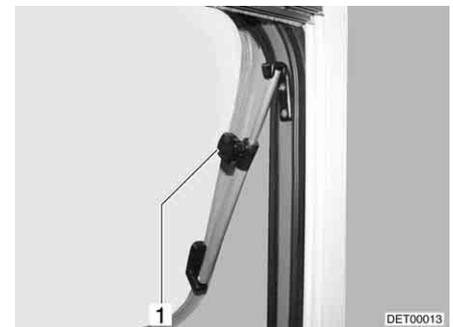

Fig. 65 Claraboya con soportes giratorios, abierta
- Abrir la claraboya hasta la posición deseada y fijarla con el botón moleteado (Fig. 65,1).
- Girar el botón moleteado (Fig. 65,1) hasta que se libere el bloqueo.